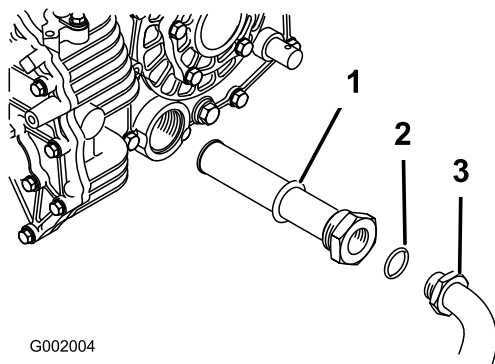

Figura 67
5. Retire el tubo hidráulico y el codo de 90° (Figura 67).